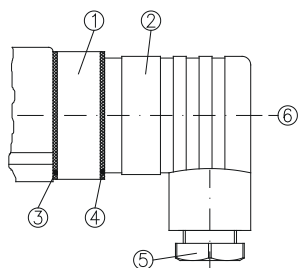

Fig. 5
- ↳ Desserrer la vis centrale ⑥ M3x35 et tirer la boîte de raccordement ② du connecteur sur l'appareil ① (→ Fig. 5). Tirer la vis centrale ⑥ de la boîte de raccordement ②.